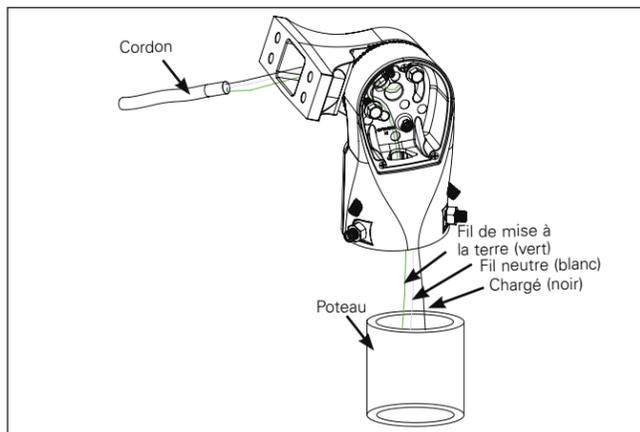

Figure 5.
- Desserrez les trois (3) vis n° 8 pour enlever le couvercle d'accès du bras avec adaptateur d'emboîtement. Mettez-les de côté pour l'installation.
- Tirez les fils d'alimentation par le haut du poteau ou de la tête de tenon. Soutenez le luminaire et abaissez-le sur le poteau en faisant passer les fils d'alimentation à travers la fente dans l'adaptateur d'emboîtement (fig. 5).